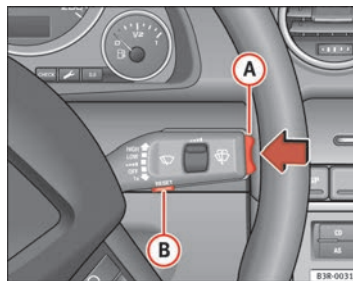

Fig. 58 Levier d'essuie-glace : sélecteur de fonction
- Appuyez sur le côté supérieur ou inférieur du sélecteur de fonctions situé sur le levier de commande d'essuie-glace **(A)** $\Rightarrow$ page 88, fig. 58 pour modifier la valeur programmée. Les valeurs augmentent ou diminuent à la cadence de 10 km/h.
- Appuyez sur la touche Reset située sur le levier d'essuie-glace **(B)** $\Rightarrow$ page 88, fig. 58 jusqu'à ce que le symbole barré du seuil d'alerte 2 s'affiche.